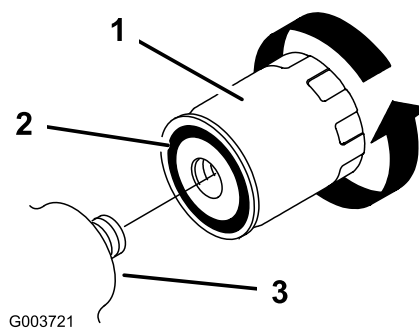

Figura 31
5. Retire el filtro usado (Figura 31) y limpie con un paño la superficie de la junta del adaptador del filtro.
6. Aplique una capa fina de aceite hidráulico a la junta de goma del filtro nuevo (Figura 31).
7. Instale el filtro hidráulico nuevo en el adaptador del filtro (Figura 31). Apriete el filtro en el sentido de las agujas del reloj hasta que la junta de goma entre en contacto con el adaptador del filtro, luego apriete el filtro 1/2 de vuelta más.